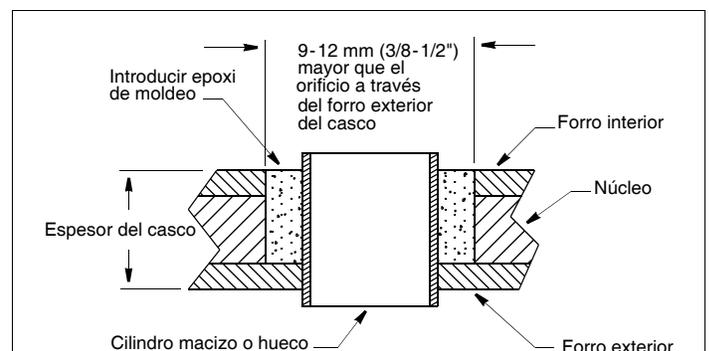

Figura 3. Preparación de casco de sandwich de fibra de vidrio
- Efectúe un taladro de guía de 3 mm o 1/8" desde el interior del casco. Si hay un refuerzo, arbotante u otra irregularidad del casco junto a la ubicación escogida, efectúe el taladro desde el exterior (Figura 3). (Si efectúa el taladro en un lugar equivocado, realice otro en un lugar más apropiado. Aplique cinta de pintor en el exterior del casco sobre el taladro incorrecto y rellénelo con epoxi.)